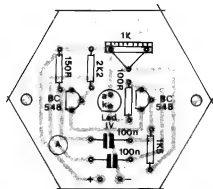
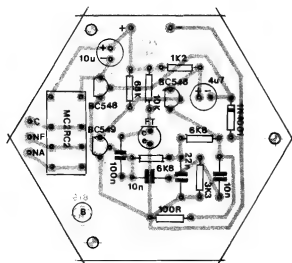

Fig. 6
Fig. 7
**- FIG. 6 - "CHAPEADO" DA MON-**
**TAGEM (EMISSOR) -** O lado não cobreado da placa (A) do MÓDULO EMISSOR mostra todas as suas peças devidamente posicionadas, cada uma delas identificada pelos códigos, valores, polaridades, etc., como é norma nas descrições das montagens aqui em APE... Observar, com especial atenção, a orientação dos componentes polarizados, ou seja: o LED (ao centro) e os dois transistores... Atenção, também, aos valores das demais peças... Quem ainda tiver dúvidas deve consultar o TABELÃO APE que traz permanentemente importantes complementações à identificação de terminais e à leitura dos valores dos componentes através dos respectivos códigos... Lembrar ainda que as "sobras" dos terminais e "pernas" (pelo lado cobreado), apenas devem ser cortadas **depois** de uma última e cuidadosa verificação quanto à correção de todos os valores, posições e condições dos pontos de solda...
**- FIG. 7 - "CHAPEADO" DA MONTAGEM (RECEPTOR) -** O lado dos componentes da placa (lado sem cobre...) com todos os componentes posicionados e identificados (como foi feito na descrição da placa do EMISSOR...), estilizados em suas formas e convenções às quais o Leitor/Hobbysta de APE já está acostumado... Os componentes polarizados devem merecer a maior dose de atenção, como sempre: transistores, diodo, fototransistor (ou foto-diodo) e capacitores eletrolíticos têm posição única e certa para inserção e soldagem à placa. Cuidado também com a colocação do relé (embora sua disposição de pinos simplesmente não permita a inserção em posição errônea) e com a relação entre os valores e os locais de colocação dos demais componentes (resistores e capacitores comuns, não polarizados...). Valem, para a placa do MÓDULO RECEPTOR as **mesmas** recomendações feitas quanto à do EMISSOR... Lembrar **sempre** que cuidadosas conferências, em **cada etapa** de toda e qualquer montagem, representam a garantia de que tudo sairá certo... Mais vale perder algumas dezenas de minutos nessas verificações, do que - eventualmente - horas, na busca e correção depois de defeitos ou erros quando a "coisa" já estiver toda montada, ligada, "encaixada" e instalada...